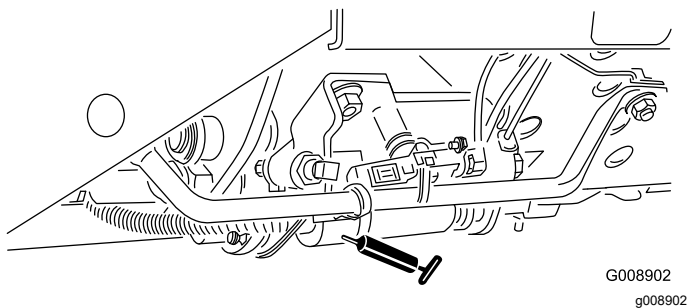

Figure 61
- Sélecteur de tonte/transport (Figure 61)